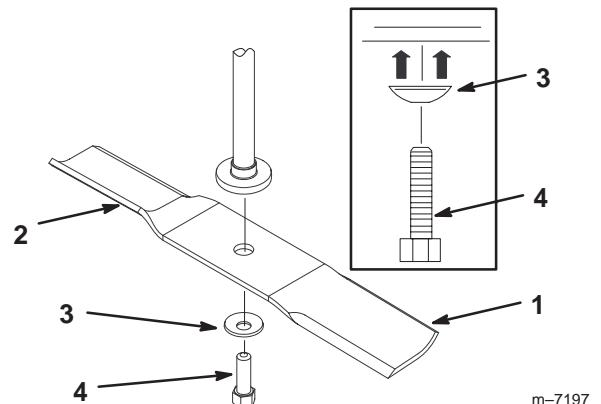
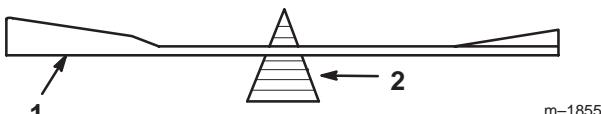

Bild 36
Bild 38
Halten Sie das Ende des Messers mit einem stark wattierten Handschuh oder wickeln Sie einen Lappen um es herum. Entfernen Sie die Messerschraube, Wellenscheibe und das Messer von der Spindelwelle (Bild 36).
2. Überprüfen Sie die Auswuchtung des Schnittmessers auf einer Ausgleichsmaschine (Bild 38). Wenn das Schnittmesser in seiner horizontalen Position bleibt, ist es ausgewuchtet und kann wiederverwendet werden. Feilen Sie, wenn das Schnittmesser nicht ausgewuchtet ist, vom Flügelbereich des Messers etwas Metall ab (Bild 36). Wiederholen Sie diesen Vorgang, bis das Messer ausgewuchtet ist.
1. Bringen Sie das Messer auf der Spindelwelle an (Bild 36).
- Setzen Sie die Wellenscheibe (Kappenseite zum Messer) und die Messerschraube ein (Bild 36). Ziehen Sie die Messerschraube mit 47 bis 88 Nm an.